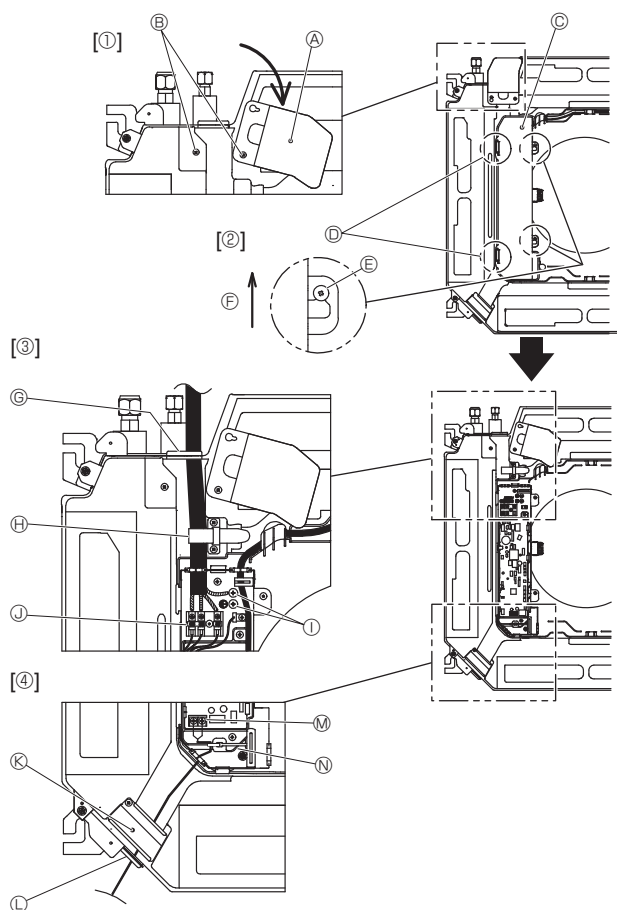
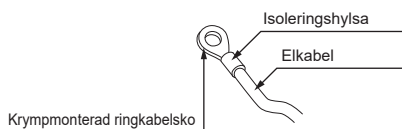
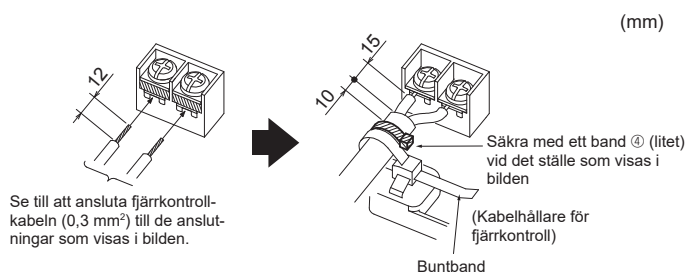

Fig. 6-1
Fig. 6-2
Fig. 6-3
6.1. Inomhusenhet (Fig. 6-1)
1. Lossa de två skruvar som håller servicepanelen för elektriska ledningar och vrid den. [Fig. 6-1 ①]
2. Lossa de två skruvar som håller eldosans lock och skjut av locket. [Fig. 6-1 ②]
3. Dra strömkabeln, anslutningskabeln mellan inomhus- och utomhusenheten och jordkabeln genom respektive kabelgenomföringar enligt schemat. [Fig. 6-1 ③] Anslut den mantlade delen av strömförsörjningskabeln och anslutningskabeln mellan inomhus- och utomhusenheten i elkompontlådan. Använd krymmonterade ringkabelsko för plintkortet för anslutning mellan inomhus- och utomhusenhet samt för uttagssatsen för strömförsörjning (tillval). [Fig. 6-2] Se Fig. 6-3 till 6-6 om du inte kan använda runda krimpade terminaler. Se 6.1.1. och 6.1.2. för anslutning.
4. Dra fjärrkontrollens kabel genom ledningsöppningarna enligt schemat. [Fig. 6-1 ④, Fig. 6-3] Se 6.1.1. och 6.1.2. för anslutning.